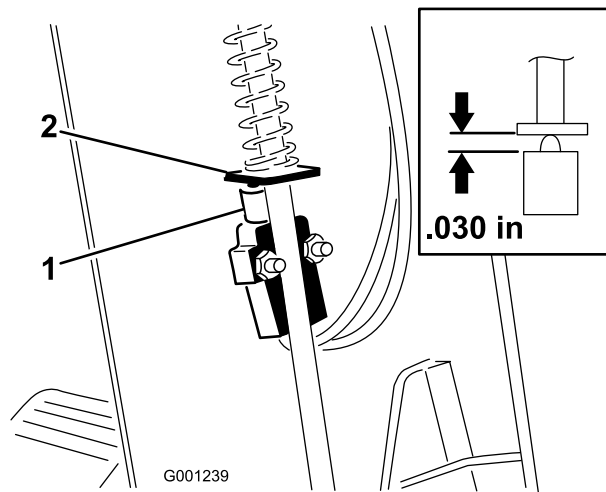

Figure 73
3. Faites coulisser le couvercle en haut de l'arbre de direction pour exposer le contacteur du frein de stationnement (Figure 73).
5. Alignez la palette de la tige du frein de stationnement sur le plongeur du contacteur (Figure 73)
6. Appuyez sur la tige du frein de stationnement et poussez le contacteur vers le haut jusqu'à ce que le plongeur soit comprimé à 0,7 mm ; voir Figure 73.